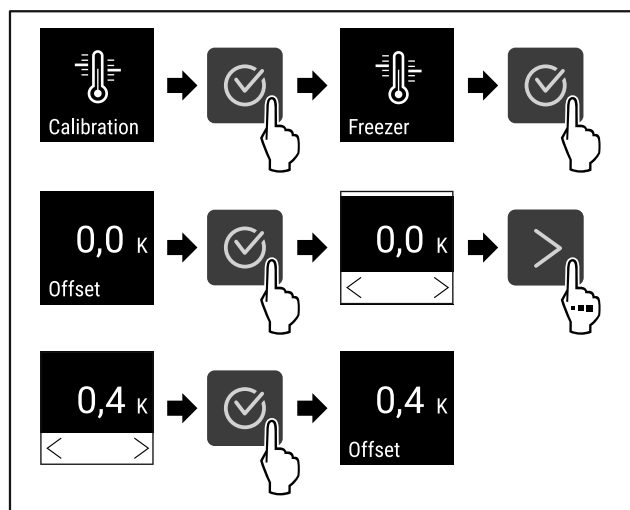

Fig. 96
- ▶ Genomför handlingsstegen (se Fig. 96) .